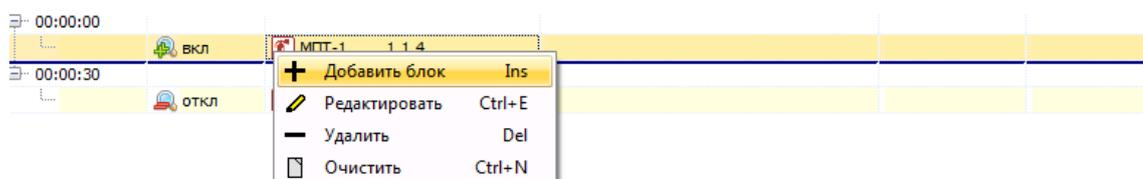

Рисунок 7.40 Добавляем блок внутрь блока слежения
- 4) затем добавить внутрь блока слежения исполнительный блок с условием, для этого необходимо выделить строку «вкл. Слежение за МПТ-1», открыть контекстное меню и выбрать команду «Добавить блок» (Рисунок 7.40),